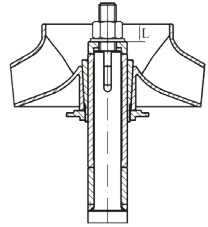

图4
- 轴上装上叶轮轴套、叶轮、锁紧叶轮螺母，保证(图4)尺寸L为：